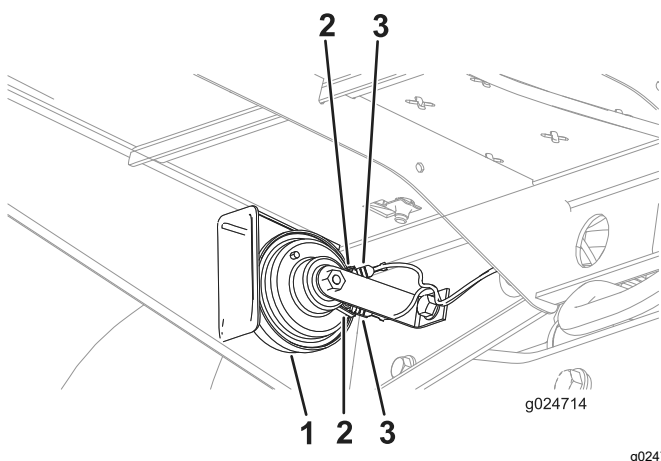

図 10
4. ワイヤハーネスのうち、端子が2つついている端部を、ホーンの端子2つに接続する図 10。